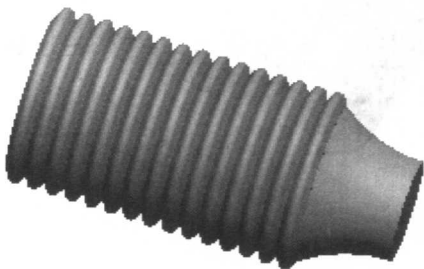

图 1.8 创建特征阵列
- (4) 定义旋转角度。在操控板中，选择旋转角度类型 **±**（即草绘平面以指定的角度值旋转），再在角度文本框中输入角度 360.0，并按回车键。
- (5) 单击操控板中的按钮 **✓**，则完成特征的创建。
Step4. 创建特征的阵列。对 Step3 中创建的旋转特征进行阵列，如图 1.8 所示，相关操作如下：